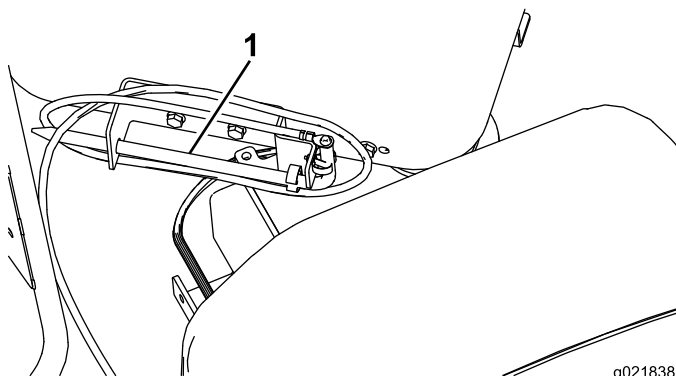

Figura 83
1. Retire a haste de aterramento de seu suporte na lateral da plataforma do operador (Figura 83).
2. Avance o sistema de translação à posição inferior na lança e aplique lubrificante de rosca do mandril. Em seguida, recue novamente o sistema de translação à extremidade superior da lança (Figura 83).